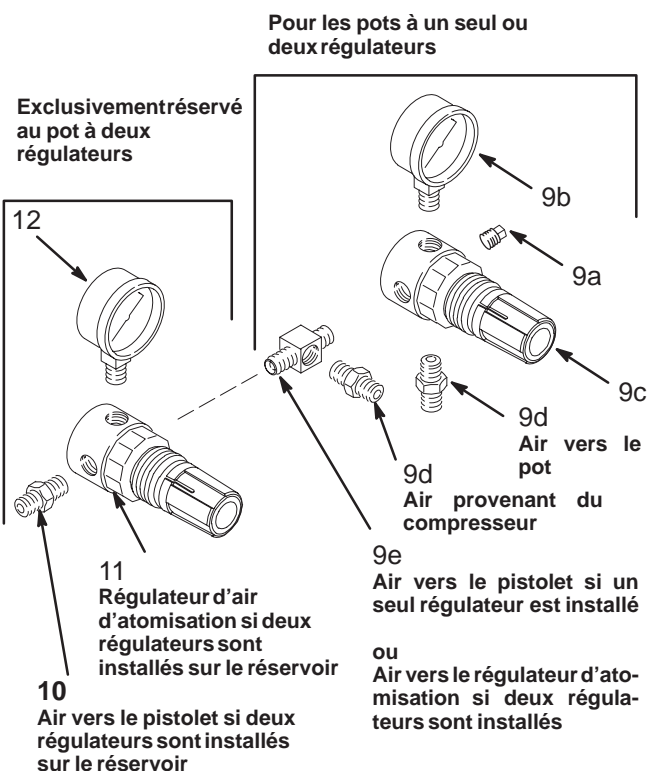

Fig. 2
Monter le régulateur d'air (9) comme indiqué en Fig. 2. Visser l'ensemble de régulateur dans l'orifice portant le repère AIR sur le couvercle du réservoir.
Déposer la poignée (A) et l'écrou (C). Déposer l'ensemble régulateur de réservoir (9) puis monter le deuxième régulateur comme indiqué en Fig. 2.